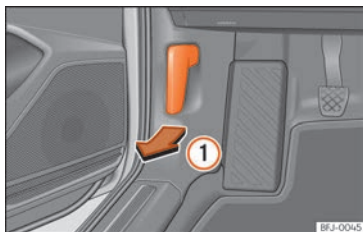

Fig. 220 Levier de déverrouillage sur le plancher, côté conducteur.
- Ouvrez la porte et tirez le levier situé sous le combiné d'instruments »» fig. 220 ①.